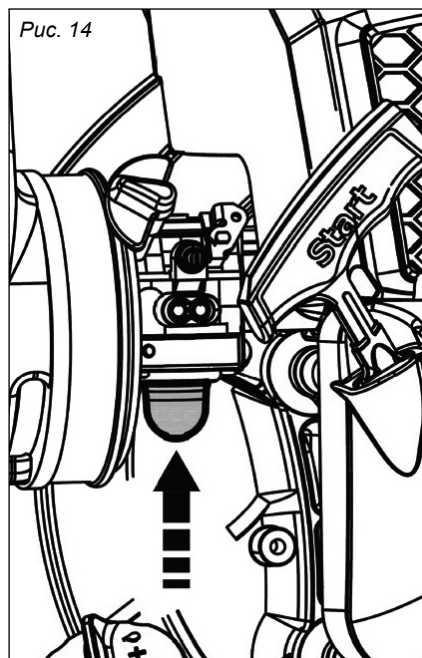

Рис. 14
3. Нажмите на кнопку праймера 7–10 раз, чтобы прокачать топливо в карбюраторе (рис. 14).